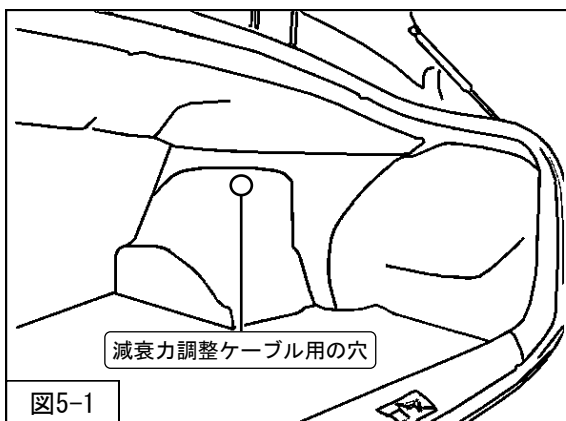

図5-1
1. トランクサイドトリムに減衰力調整ケーブル用のφ5の穴を開けてください。（図5-1）
4. トランクサイドトリムを車両に取付け、穴にケーブルを通してください。（図5-1）